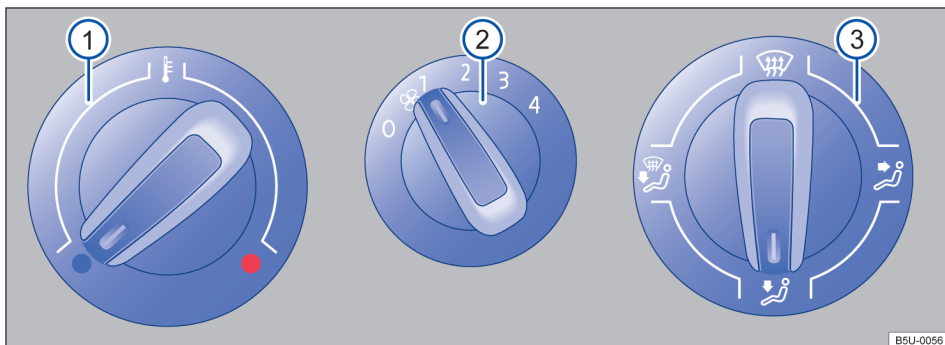
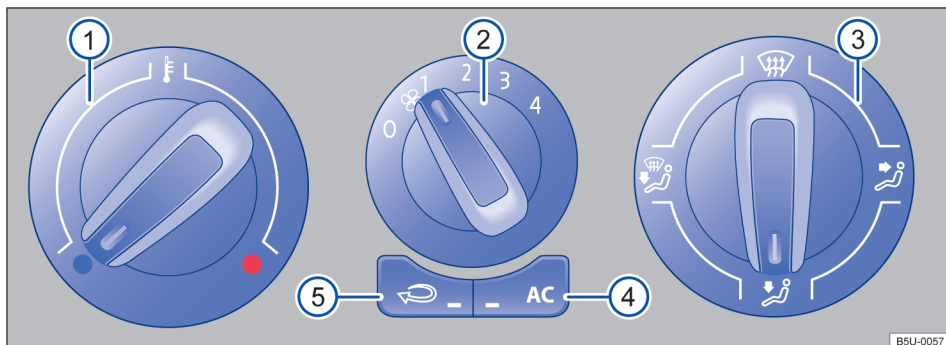

Fig. 74 No console central: comandos do sistema de ventilação e aquecimento. ▶
Fig. 75 No console central: comandos do ar-condicionado.
Botão, regulador	Informações complementares do sistema de ventilação e aquecimento → Fig. 74 e ar-condicionado → Fig. 75.
- Em veículos com sistema de aquecimento, colocar o regulador da temperatura → Fig. 74 ⓘ totalmente para a direita, para a posição máxima de aquecimento.
- Colocar o regulador da distribuição de ar → Fig. 75 ⓘ para a posição ☞, nesta posição o modo de recirculação de ar não pode ser acionado.